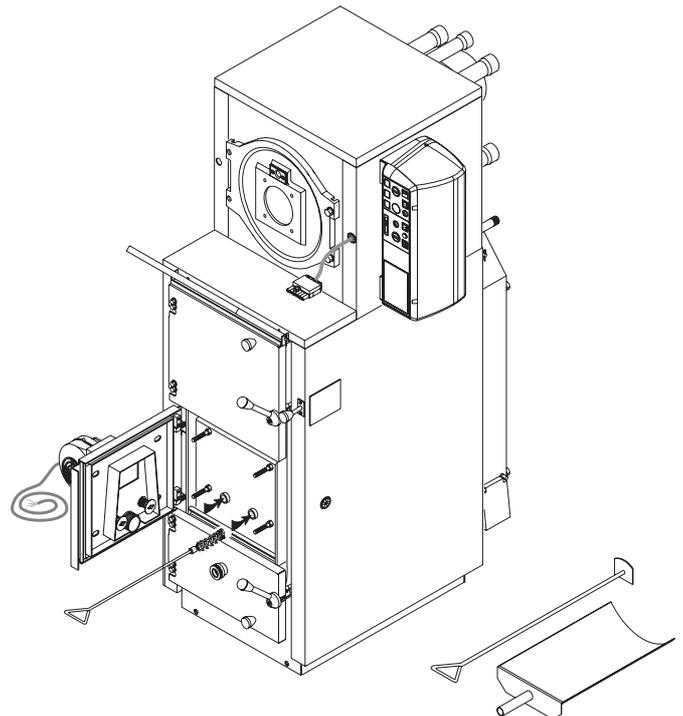

fig. 46
- 2) verificare che i due fori di adduzione dell'aria secondaria che sboccano nella sede di griglia non siano otturati: in questo caso passare **con uno scovolo soffice** in ciascun condotto. L'operazione va eseguita come indicato in fig. 46.
Rimuovere la parete centrale (fig. 46) dove sono montate le valvole di regolazione dell'aria e pulire accuratamente l'intercapedine interna dai residui di catrame, polvere e scaglie di legno entrati dai fori di passaggio dell'aria primaria.